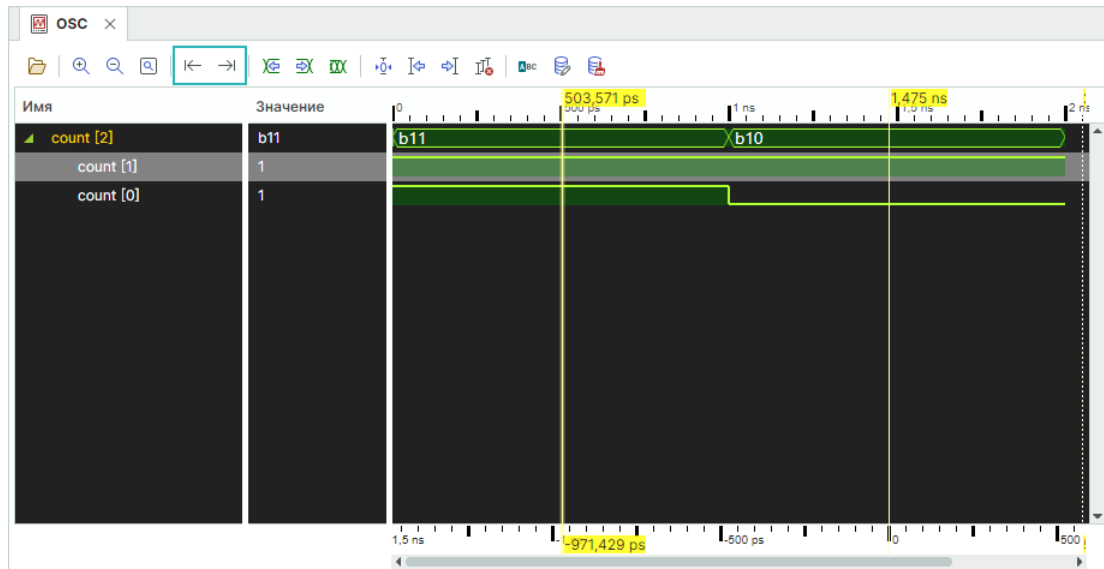

Рис. 35 Расположение кнопок перемещения по оси времени
- Перемещение по оси времени, см. Рис. 35.